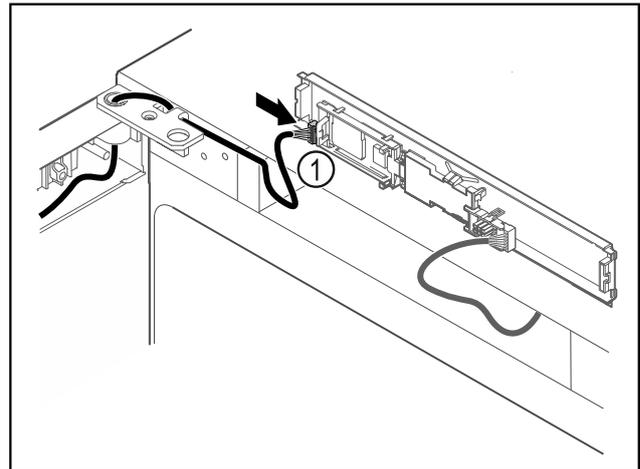

Fig. 60
- ▶ Collegare il connettore Fig. 60 (1) sulla scheda.